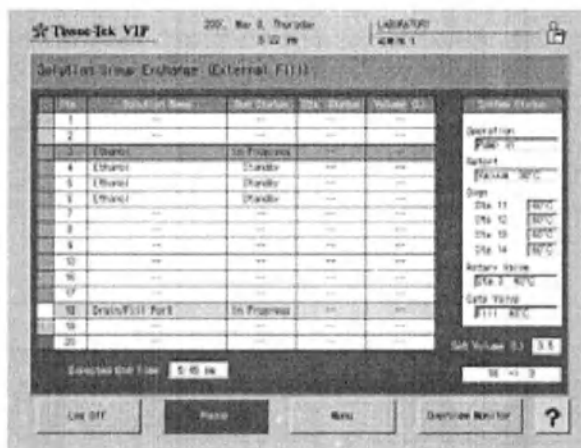

Рис. 99 Подробный монитор «Замена групп растворов»
1. Нажмите кнопку «**Detailed Monitor**» (Подробный монитор), чтобы открыть подробный монитор «Solution Group Exchange» (Замена группы растворов) (Рис. 99).